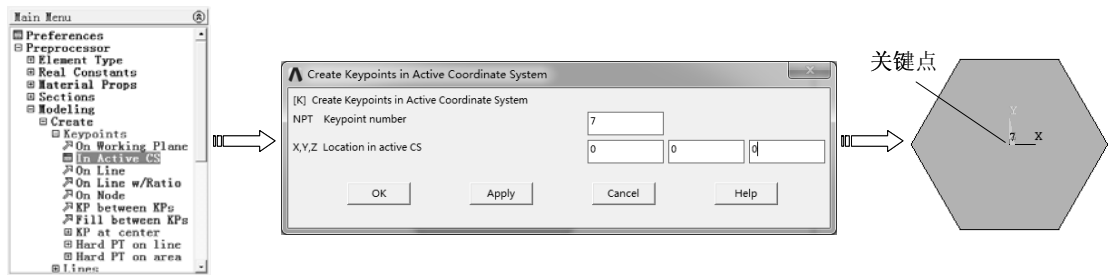

图 6-51 在活动坐标系中定义关键点 7
2) 选择“Main Menu>Preprocessor>Modeling>Create>Keypoints>In Active CS”命令，弹出“Create Keypoints in Active Coordinate System”对话框，输入关键点号为 7 和坐标值（0，0，0），单击“OK”按钮，以当前活动坐标系（系统默认为笛卡儿坐标系）定义一个关键点，如图 6-51 所示。